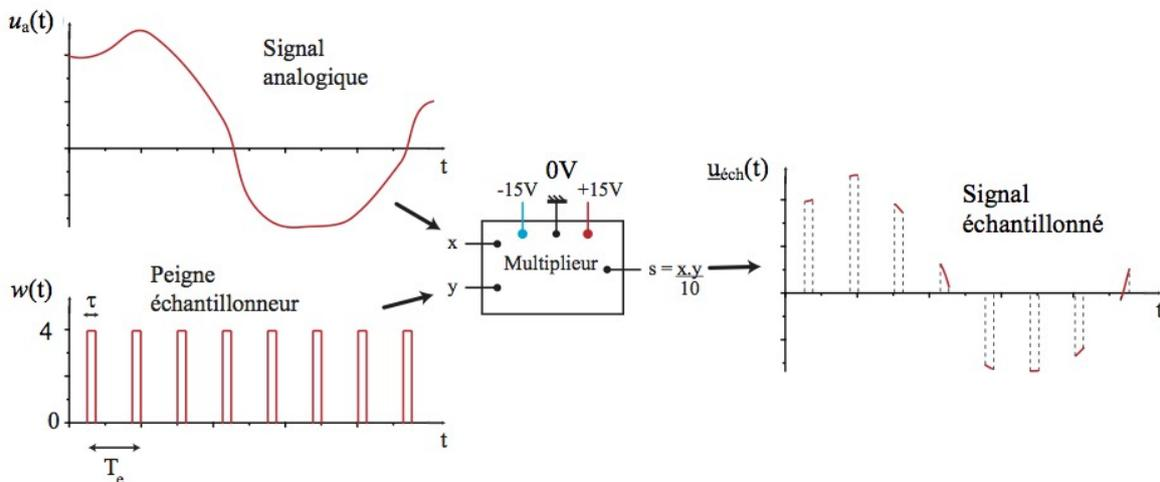

Figure 1
- La tension $w(t)$ est donnée par un second GBF = GBF₂. Il délivre une tension en forme de "peigne" comprise entre 0V et 4V et de fréquence $F_e = 10$ kHz, représentée sur la Figure 1 (on choisit cela au lieu de 0V et 1V afin que le signal de sortie soit mieux visible sur l'écran). Le rapport cyclique est : $\rho = \tau/T_e$. Régler GBF₂ et le rapport cyclique à 10 % (valeur minimale qu'on peut obtenir avec ces GBF).
- Pour obtenir le signal échantillonné $u_{éch}(t)$ on utilise un circuit électronique **multiplieur**¹ dont le schéma de branchement est donné sur la Figure 1 : il faut d'abord relier